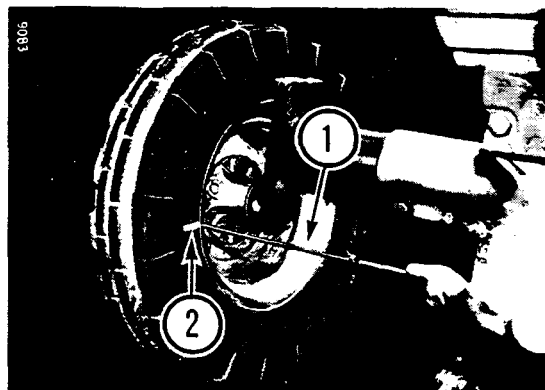
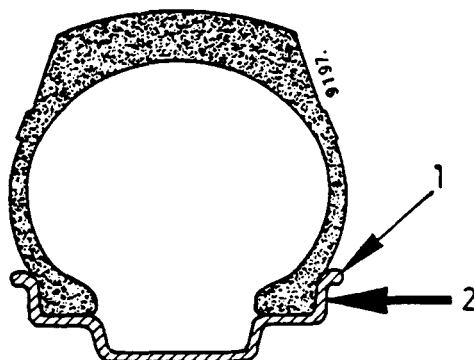

Figure 107
Figure 108
Vérification du pincement avec la règle coulissante (1) Fig. 107.
Les roues avant doivent avoir un pincement de 2 à 8mm. Marquez des repères sur les pneus, à hauteur des chapeaux de moyeux (2) Fig. 107.
Mesurez la distance entre les jantes, en plaçant la règle coulissante (1) entre les flancs de la jante (2), Fig. 108 au niveau des repères (2) Fig. 107.